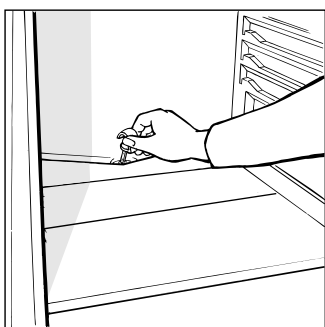

Fig. 2
Questo apparecchio ha lo sbrinamento automatico e l'acqua viene convogliata verso la parte posteriore da un apposito scarico (fig. 2) dove il calore prodotto dal compressore la fa evaporare. L'unico intervento che dovete fare periodicamente consiste nel pulire il foro di scarico che si trova dietro le verdure affinché l'acqua passi regolarmente.
- il foro dello scarico dell'acqua di sbrinamento è otturato (vedi fig. 2).